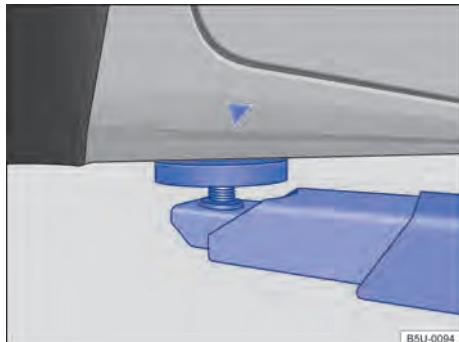
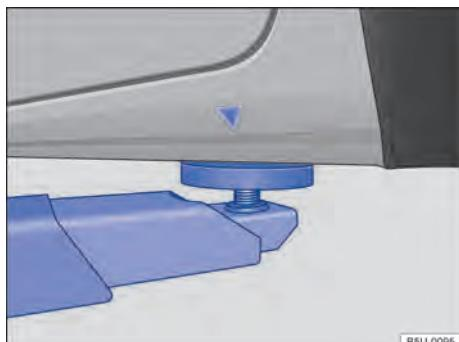

Fig. 194 Pontos de apoio dianteiros para a suspensão com plataforma elevatória ou com macaco.
Fig. 195 Pontos de apoio traseiros para a suspensão com plataforma elevatória ou com macaco.
O veículo deve ser suspenso somente pelos pontos indicados nas figuras → Fig. 194 e → Fig. 195. Se o veículo não for suspenso pelos pontos indicados, podem ocorrer danos no veículo → ① e ferimentos graves → ▲.
- Suspender o veículo somente pelos pontos indicados nas figuras → Fig. 194 e → Fig. 195. Se o veículo não for suspenso pelos pontos indicados, o veículo poderá cair da plataforma elevatória quando, por exemplo, o motor ou a suspensão for desmontado.